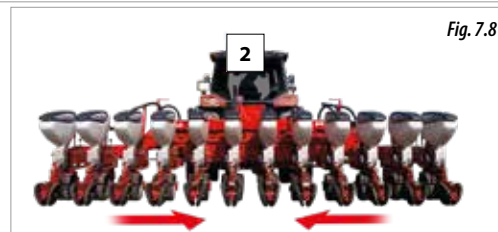

Fig. 7.8
- 3- Plegar el chasis central (Fig. 7.8), siendo el caso para todas las máquinas excepto para máquinas plegables con chasis central fijo y chasis variant manual.